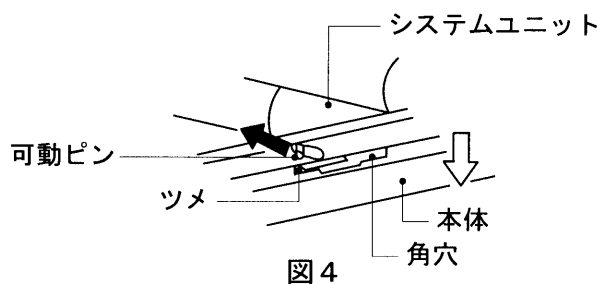

図3
- ② システムユニットを本体内に収納する際には、枠固定用パネの可動ピンを矢印の方向へつまみ本体に収納して押し上げてください。可動ピンが元の位置に戻っていることを確認すれば、取付の完了です。(図3)